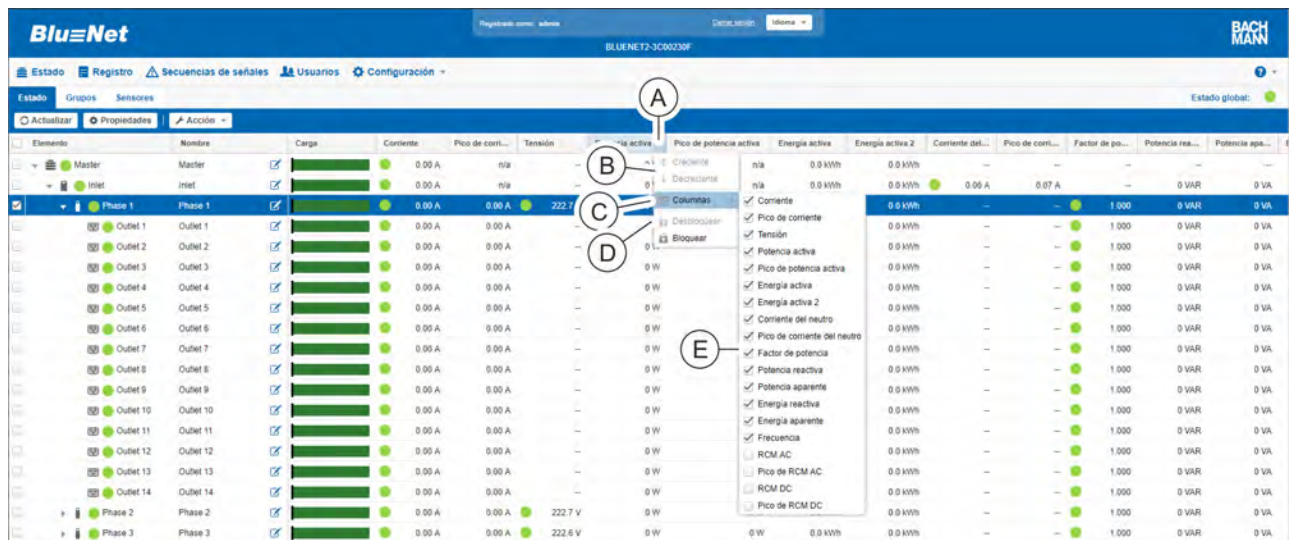

Fig. 94: Cambiar el agrupamiento de determinados valores medidos
1. ➔ Mueva el cursor del ratón hasta la línea de títulos de los valores medidos (Fig. 94/A).
2. ➔ Con el punto de menú "Desbloquear" (Fig. 94/B), desbloquee la columna.
4. ➔ Con el punto de menú "Creciente" o "Decreciente" (Fig. 94/C), cambie el orden de los parámetros.
6. ➔ Con el punto de menú "Columnas" (Fig. 94/D) muestre u oculte los parámetros que desee haciendo clic en la casilla de verificación correspondiente (Fig. 94/E).
- ➔ Con el punto de menú "Bloquear" (Fig. 94/ⓐ), vuelva a bloquear la columna.